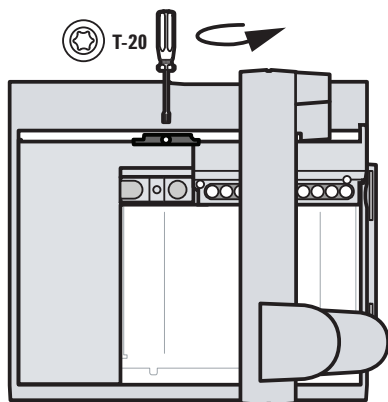

Figura 8 Extracción del tornillo T-20 de la abrazadera de transporte
- 5 Con un destornillador T-20 Torx, extraiga el tornillo T-20 de la abrazadera de transporte (Figura 8).